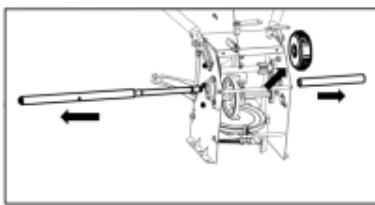

Figure 25
3. Retirez délicatement l'écrou hexagonal et la rondelle qui fixent l'arbre hexagonal au châssis de la souffleuse à neige et tapez légèrement sur l'extrémité de l'arbre pour déloger le roulement à billes du côté droit du châssis. Voir la figure 25.
4. Retirez les arbres de transmission long et court, puis retirez le différentiel. Voir la figure 25.